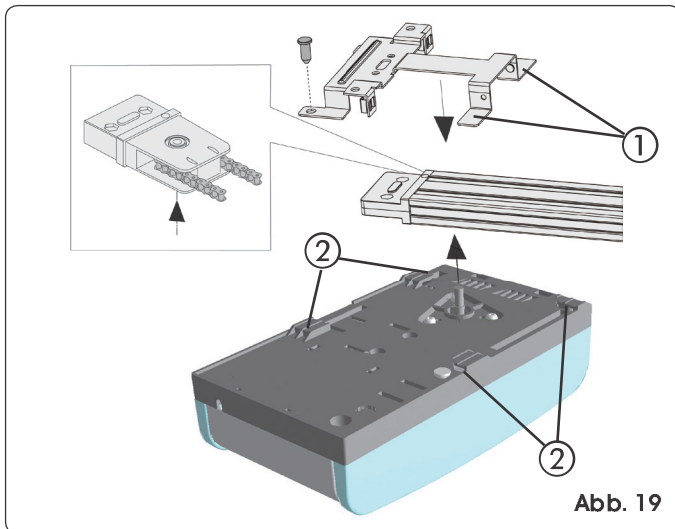
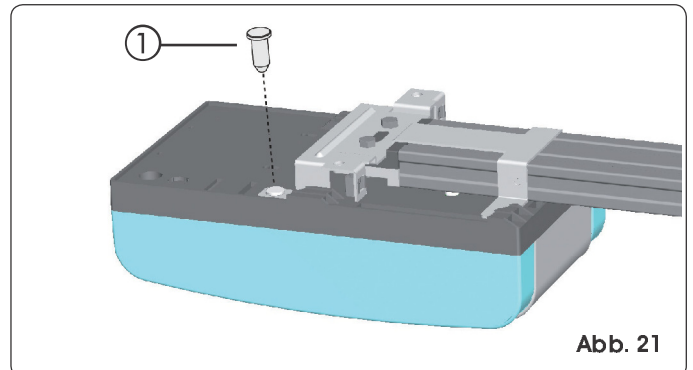
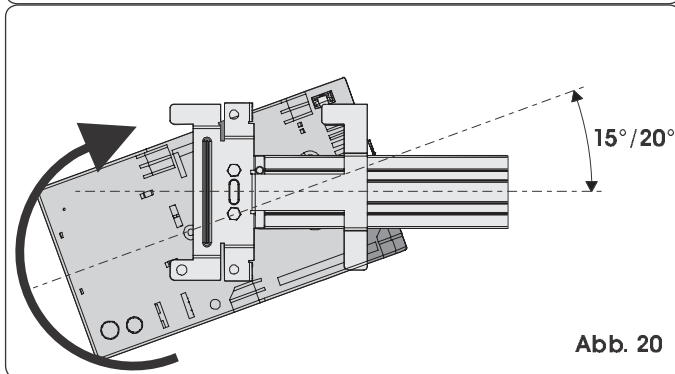

Abb. 19
Abb. 21
Abb. 20
- 1) Den Antrieb um 15°/20° kippen (Abb. 20), die Welle des Getriebemotors in die Aufnahme an der hinteren Befestigung der Gleitführung einführen und dabei darauf achten, dass die Flügel (Abb. 19 Bez. ①) mit den Aufnahmen am Boden des Antriebs übereinstimmen (Abb. 19 Bez. ②).
- 2) Den Antrieb so weit in Richtung der Abb. 20 drehen, dass die Position von Abb. 21 erreicht und der Stift in die Öffnung der hinteren Befestigung eingesetzt werden kann (Abb. 21 Bez. ①).